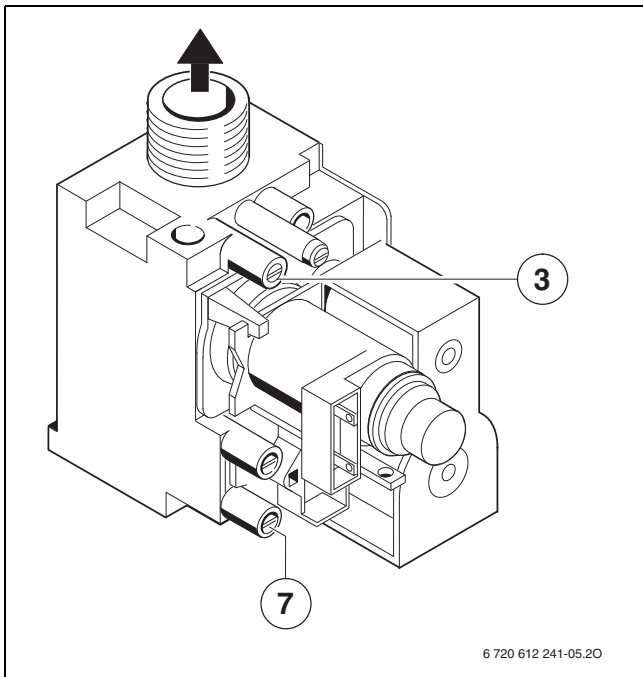

Fig. 34 Bloc gaz
- ▶ Dévisser légèrement la vis de la prise de pression (→ fig. 34, [1]) située sur le raccord de brûleur et brancher un manomètre de tuyau en U à cette prise.
- ▶ Desserrer la vis d'étanchéité de la buse de mesure de la pression de raccordement du gaz (→ fig. 34, [5]) et raccorder le manomètre.
- ▶ Retirer le revêtement (→ fig. 34, [4]).